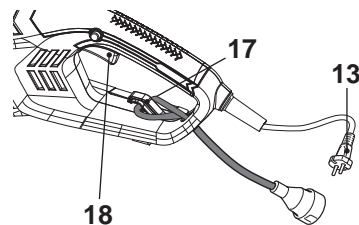

Fig. 15
1. Doublez la rallonge, environ 30 cm depuis l'extrémité et passez la boucle à travers le trou sur le bloc moteur. Tirez-la sur le réducteur de tension de câble [17] et tirez doucement sur le cordon pour vous assurer qu'il est solidement fixé (Fig. 15).